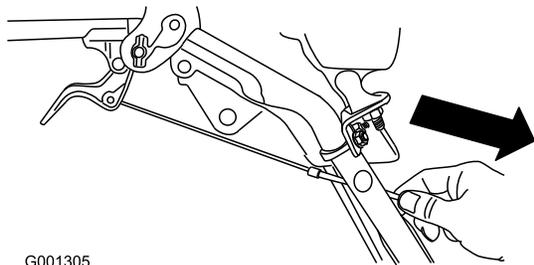

**Figura 7**
3. Togliete il dado e la rondella dalla stegola, attaccate alla stegola il serrafilò presente sul cavo, montate il dado e la rondella e serrate a mano il dado (Figura 7).